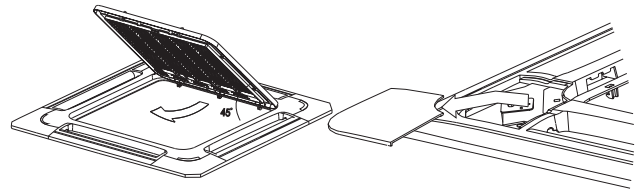

Fig. 5-10
- Tirer la grille sur un angle d'environ 45 °, et la retirer. (Se référer à la fig. 5-10)